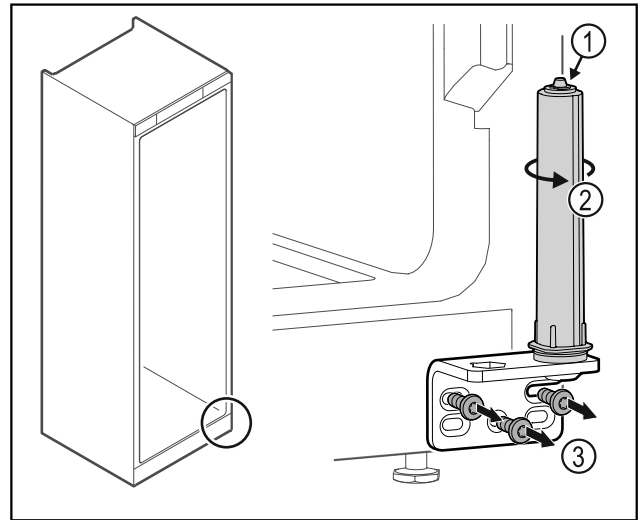

Fig. 35
Небезпека травмування через напружену пружину! ▶ Не розбирати систему закриття дверей Fig. 35 (1).
- ▶ Повертати систему закриття Fig. 35 (2) до клацання.
- ▶ Відкрити шарнірний кутик Fig. 35 (3).